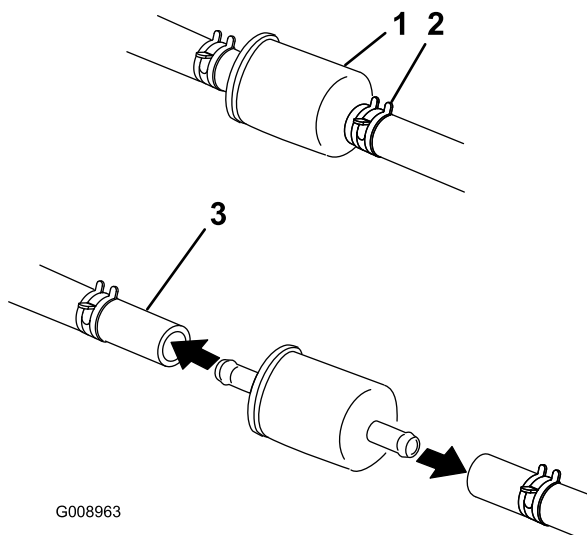

Figure 55
6. Pincez les extrémités des colliers et faites-les glisser pour les éloigner du filtre (Figure 55).
8. Posez un filtre neuf et rapprochez les colliers de fixation du filtre (Figure 55).